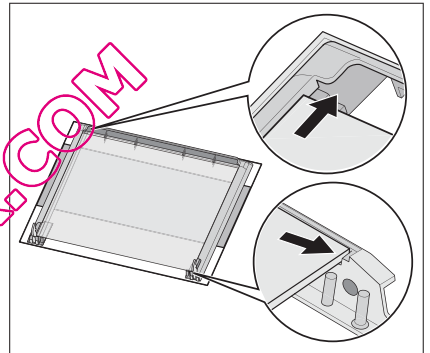

Fig. 36
- c) la vitre supérieure doit être remontée comme indiqué sur la Fig. 36.